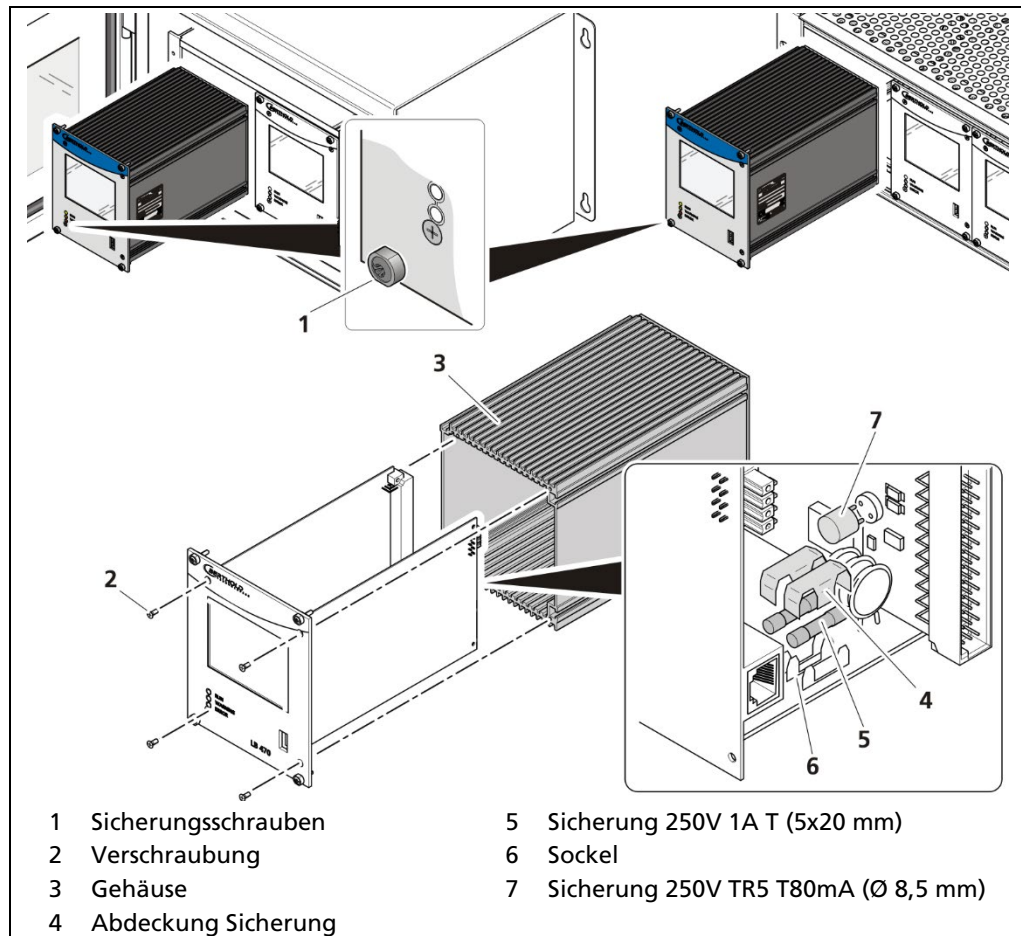

Abb. 143 Austausch Sicherungen Master-AWE
2. Lösen Sie die vier Sicherungsschrauben (Abb. 143, Pos.1) und ziehen Sie die Master-AWE aus dem Wandgehäuse bzw. dem Baugruppenträger.
3. Lösen Sie die vier versenkten Schrauben an der Vorderseite der AWE (Abb. 143, Pos.2).
4. Ziehen Sie das Gehäuse (Abb. 143, Pos.3) vorsichtig ab.
5. Entfernen Sie die Schutzabdeckung der Sicherung (Abb. 143, Pos.4)
6. Entfernen Sie die Sicherung (Abb. 143, Pos.5, Pos.7).
9. Verschrauben Sie das Front-Panel mit vier Schrauben (Abb. 143, Pos.2) mit dem Gehäuse.
11. Alle Sicherungsschrauben (Abb. 143, Pos.1) anziehen.